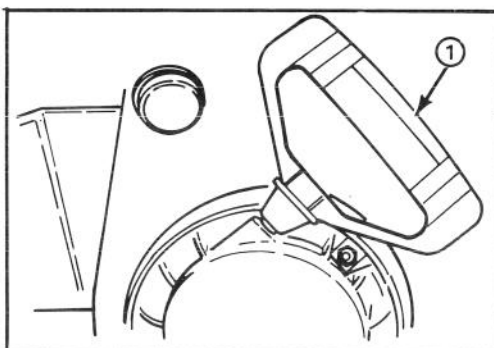

Abbildung 13
Rücklaufstarter (Abb. 13)—Der Rücklaufstarter befindet sich hinten am Motor und wird zum Starten des Motors herausgezogen.
6. Den Rücklaufstarter (Abb. 13) langsam so lange herausziehen, bis Widerstand spürbar ist; dann den Motor mit einem kräftigen Armzug herumwerfen. Den Startgriff festhalten und das Seil langsam zurückgleiten lassen.